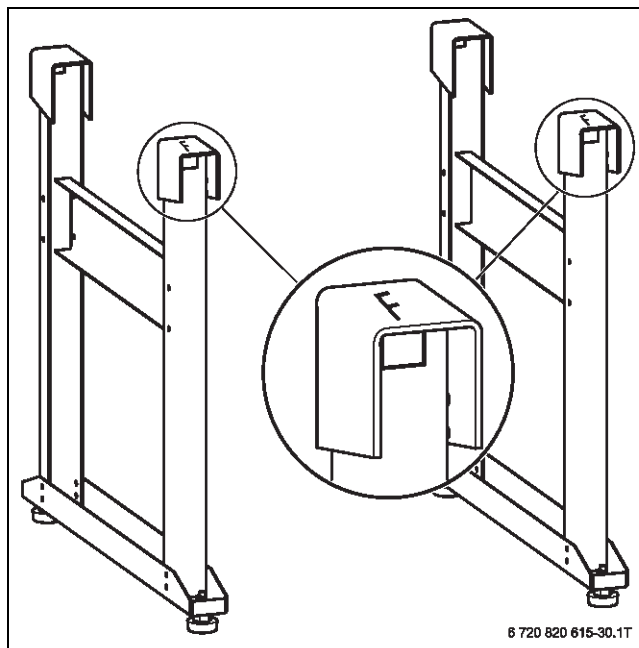

Bild 38 Kennzeichnung F an den BefestigungsfüÙen
- ▶ Montagerichtung des Gestells beachten: Die Seite, an der ein „F“ in die BefestigungsfüÙe gestanzt ist, muss mit der Ausblasseite übereinstimmen (→ Bild 38).